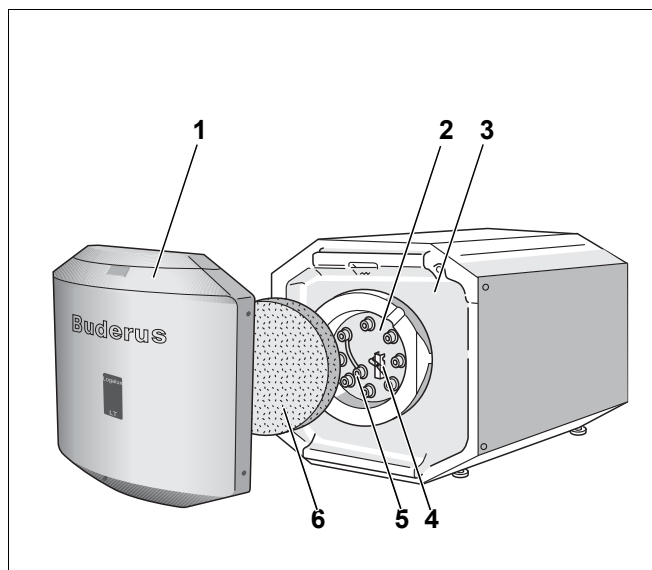

Рис. 1 Бак-водонагреватель Logalux LT135/1 – LT300/1
Коррозионная защита состоит из гигиенической термоглазури DUOCLEAN MKT и дополнительно из катодной защиты в виде магниевого анода (рис. 1, поз. 5), доступной через крышку люка (рис. 1, поз. 2).
- Крышка люка (рис. 1, поз. 2) для проведения техобслуживания и чистки.
- Теплоизоляция (рис. 1, поз. 3)
Теплоизоляция из не содержащего вредных веществ полиуретанового пенопласта нанесена непосредственно на бак. Теплоизоляционный элемент (рис. 1, поз. 6) из пеноматериала уменьшает теплопотери через крышку люка.
- Накладной температурный датчик (рис. 1, поз. 4)